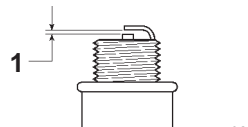

Figure 30
5. Réglez l'écartement des électrodes à 0,76 mm (Fig. 30).